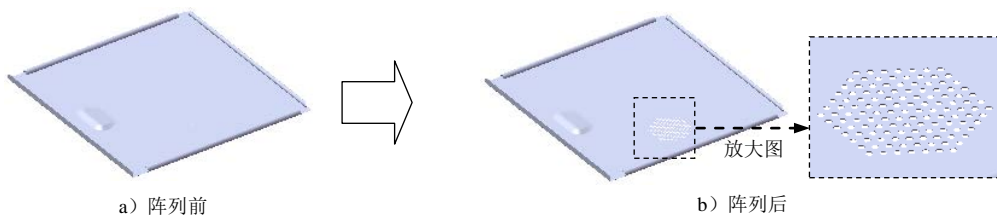

图 17.11.52 创建填充阵列 1
Step16. 创建图 17.11.52 所示的填充阵列 1。